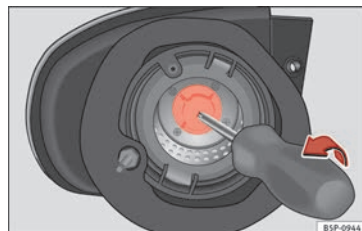

Abb. 187 Blinklicht
- Nehmen Sie den Lampenträger des Blinkers mit einem Schraubendreher in Pfeilrichtung heraus »» **Abb. 187**.